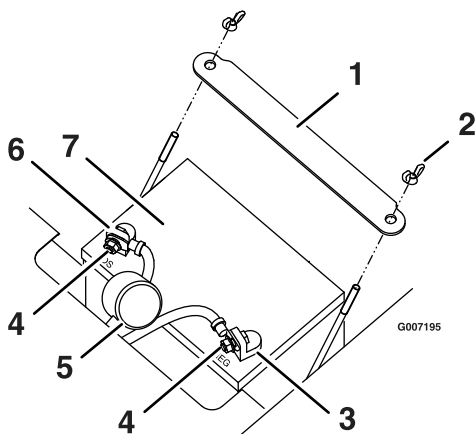

Figure 32
4. Débranchez le câble négatif (noir) de mise à la masse de la borne de la batterie (Figure 32). Mettez les fixations de côté.
6. Enlevez la sangle de maintien de la batterie (Figure 32) et ôtez la batterie de son support.
1. Placez la batterie dans son support en tournant les bornes vers la position de fonctionnement (Figure 32).
5. Fixez la batterie en place à l'aide de la sangle de maintien (Figure 32).